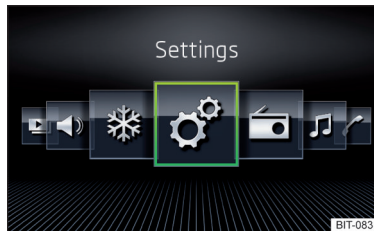

Abb. 169
- Die Option **Raster-Anzeige** » Abb. 168 oder **Horizont. Anzeige** » Abb. 169 wählen.